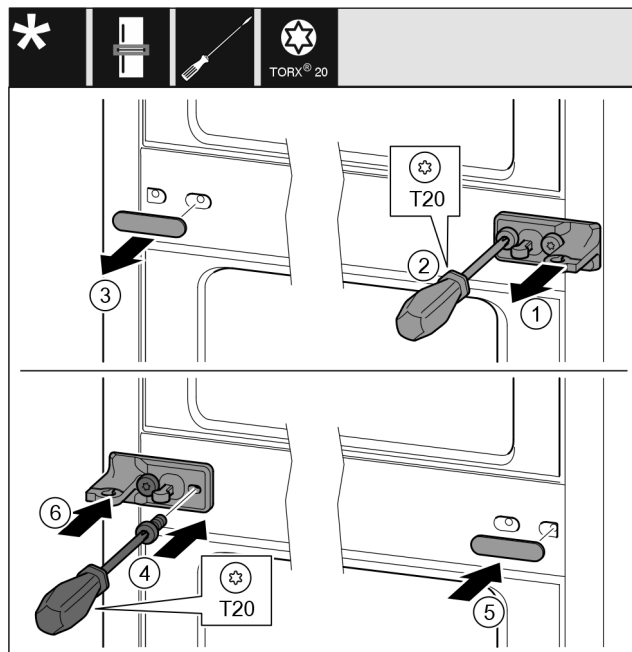

Fig. 11
- ▶ Scoateți șaiba. Fig. 11 (1)
- ▶ Extrageți prin rotire șuruburile cu șurubelnița T20. Fig. 11 (2)
- ▶ Desprindeți cu precauție apărătoarea. Fig. 11 (3)
- ▶ Înșurubați ferm pe cealaltă parte suportul de lagăr cu folie rotit cu 180°. Fig. 11 (4)
- ▶ Atașați pe cealaltă parte capacul rotit cu 180°. Fig. 11 (5)
- ▶ Montați șaiba din față. Fig. 11 (6)